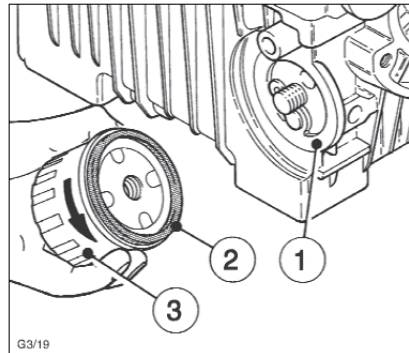

Fig.20
- Retire el depósito de aceite (1)
- Retire el tapón o el colector de polvo ciclónico (2) y límpielo
- Limpie a fondo el conducto de entrada (4)
- Compruebe el estado de la junta tórica (5) y sustitúyala si fuese necesario
- Llene el depósito con aceite para motor hasta alcanzar la marca (6) y vuelva a colocar el filtro de aire en baño de aceite. (Ver fig. 20, apartado 4.1.2)